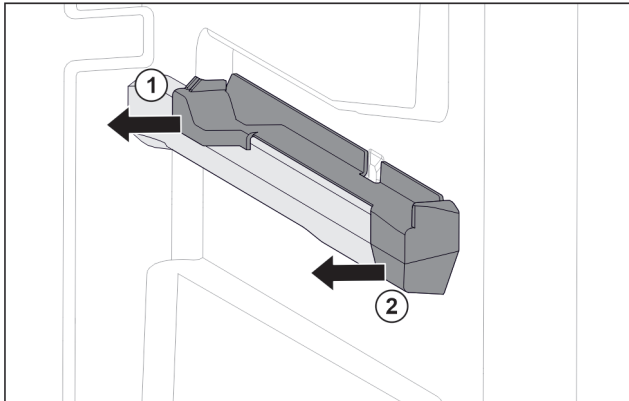

Fig. 75 Insteeklement op rechter containerrib
- ▶ Insteeklement onder achter grijpen. Fig. 75 (1)
- ▶ Insteeklement achter naar de zijkant toe eraf trekken. Fig. 75 (2)